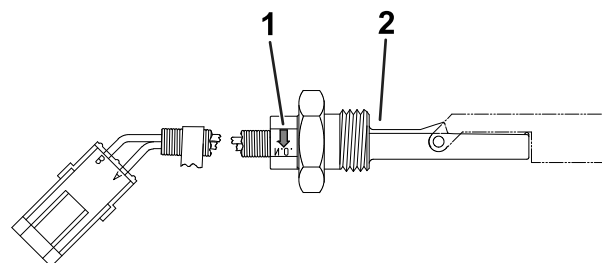

図 8
- リークディテクタタンクを搭載しているマシンでは、タンクにオイルレベルセンサーを取り付ける。センサーについている矢印が下向きになるように取り付けること図 8。センサーのナットを 12.515.8N·m1.31.6kg.m = 110140in-lbにトルク締めする。